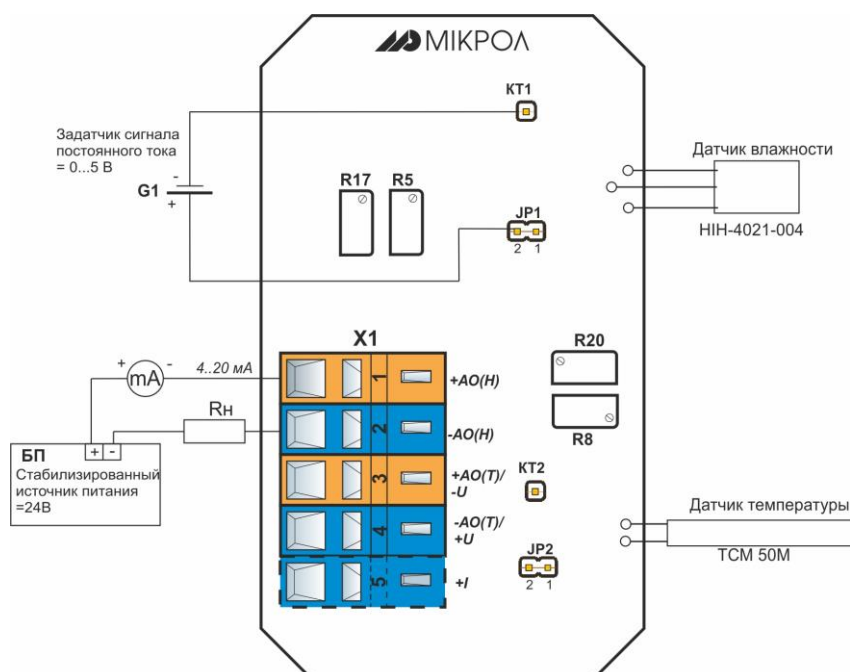

Рисунок 4.3 - Схема проверки работоспособного состояния для канала измерения влажности
Проведите проверку канала измерения влажности. Перемычку JP1, которая установлена по умолчанию, нужно снять и к контакту 2 подсоединить «плюсовой» провод источника питания постоянного тока. «Минусовой» провод источника питания нужно подсоединить к контакту КТ1 (см. рис. 4.3.).
4.3.2 К клемме 1 разъема X1 необходимо последовательно присоединить миллиамперметр постоянного тока для измерения тока выходного сигнала блока (4..20 мА). Также в разрыв цепи выходного сигнала этого канала нужно подключить стабилизированный источник постоянного тока 24В, так как выходной сигнал сам по себе является пассивным. (см. рис. 4.3.).